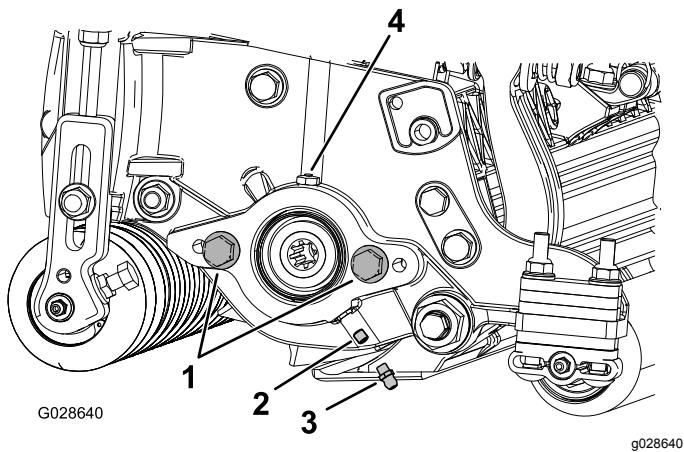

Figura 4
1. Togliete ed eliminate la vite di fermo sulla piastra laterale del motore dei cilindri (Figura 4).
- 2. Montate il raccordo d'ingrassaggio diritto (Figura 4).
2. Se non sono presenti viti a testa cilindrica sulla piastra laterale del motore dei cilindri, montateli (Figura 4).
- 5. Ingrassate la piastra laterale fino a quando il grasso in eccesso non fuoriesce dallo spurgo del grasso (Figura 4).